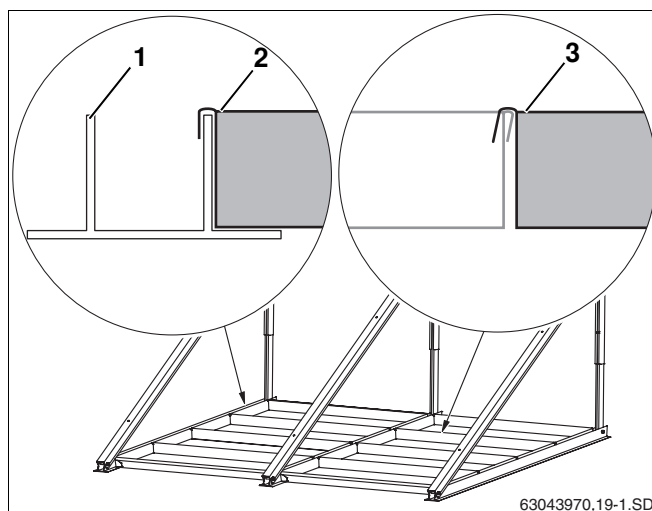

Fig. 27 4 bacs de charge par capteur
- ▶ Poser les vannes de charge fig. 27, **Pos. 2**) dans les profilés inférieurs fig. 27, **Pos. 1**) et les uns dans les autres fig. 27, **Pos. 3**).